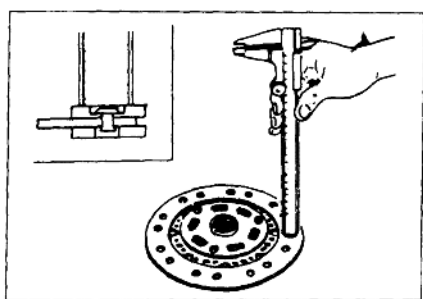

图 1-15
(1) 检查离合器从动盘衬片的磨损情况。使用深度游标卡尺测量每个铆钉头沉入衬片表面的深度(见图 1-15), 其极限值为 0.3mm。
(2) 检查离合器从动盘花键的间隙和径向跳